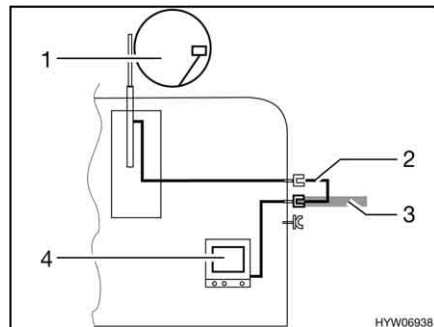

Bild 178 TV im Fahrzeug
- TV im Fahrzeug (Bild 178,4): Anschluss an Dachantenne (Bild 178,1) mit Verbindungskabel (Bild 178,2)
- TV im Fahrzeug (Bild 178,4): Anschluss an externe Antenne (Bild 178,3)